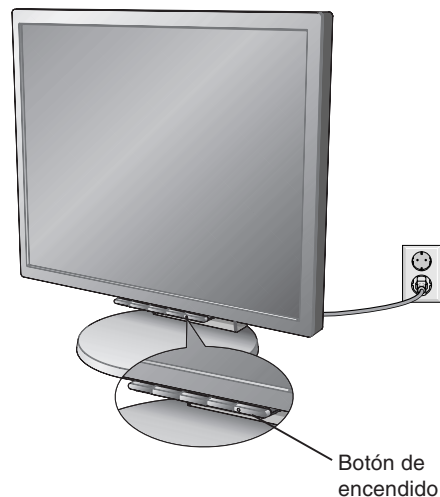

Figura E.1
10. Conecte el cable de alimentación a la toma de corriente (**figura E.1**).
11. Encienda el monitor con el botón de encendido frontal y ponga en marcha el ordenador (**figura E.1**).